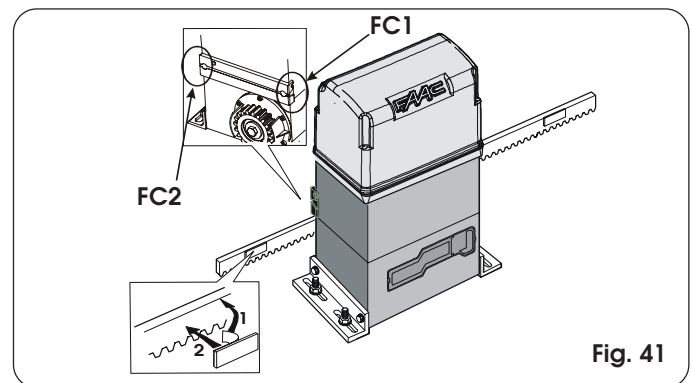
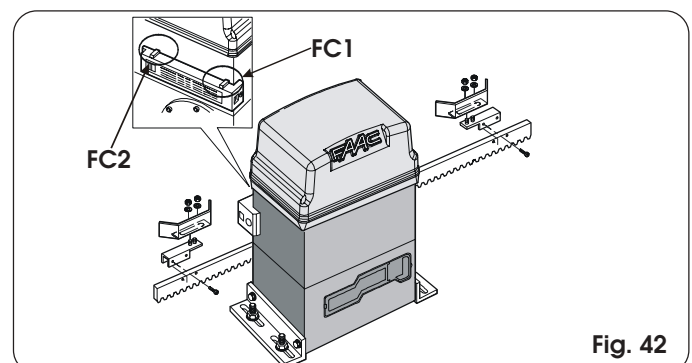

Fig. 41
Fig. 42
El operador 844 está provisto de un sensor de fin de carrera que, al detectar el paso de una referencia aplicada en la cremallera, manda la parada del movimiento de la cancela. El dispositivo puede ser del tipo MLS (fig. 41) o inductivo (fig. 42).
- 10) Limpian la cremallera en los puntos de aplicación, quiten la película colocada en la parte adhesiva de los imanes (fig. 41 ref. 1) y coloquen de nuevo los imanes con la banda adhesiva en contacto con la cremallera (fig. 41 ref.2).
- 1) Ensamble el fin de carrera centrando la chapa respecto a los pernos roscados del soporte (Fig. 42).